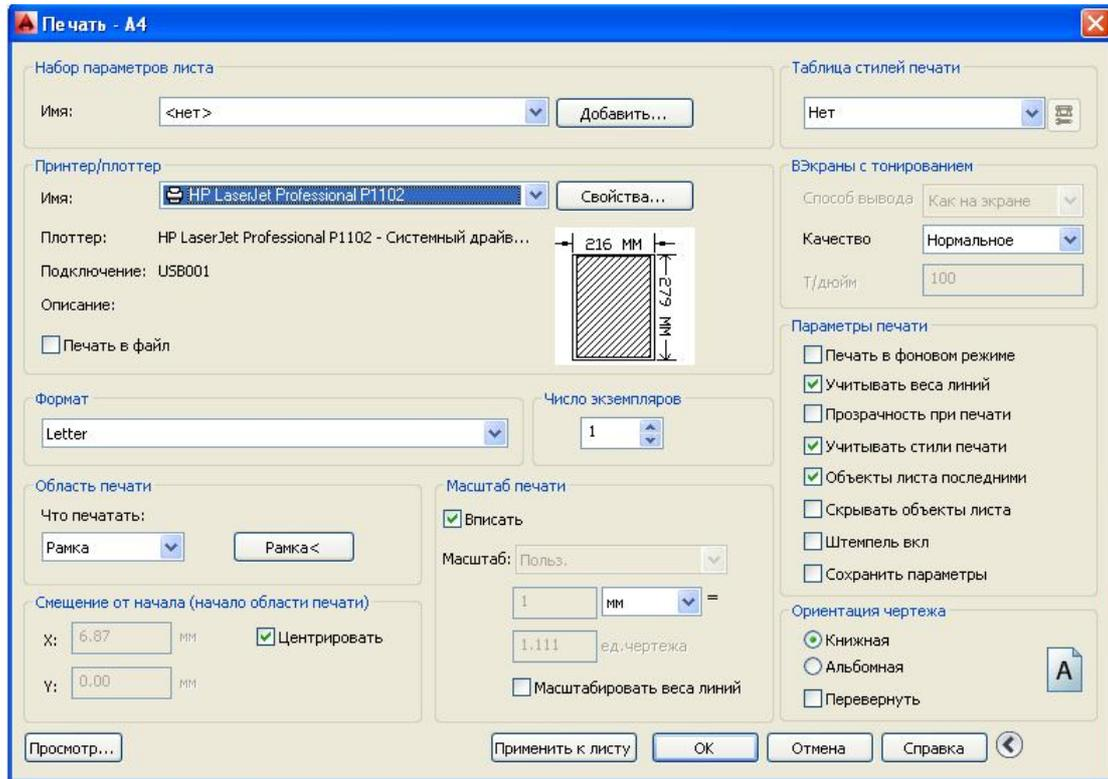

Рис. 72. Окно вывода на печать
2. Развернуть окно печати, щелкнув кнопку со стрелкой в нижнем правом углу окна (рис. 72).